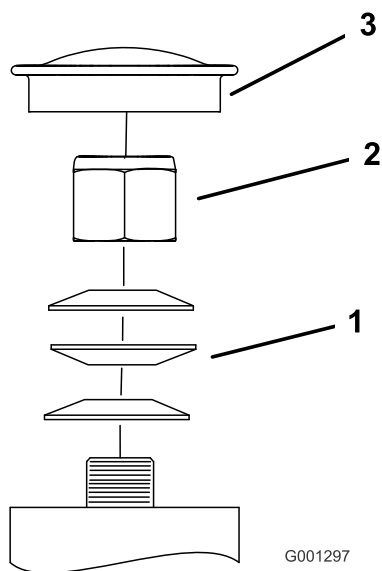
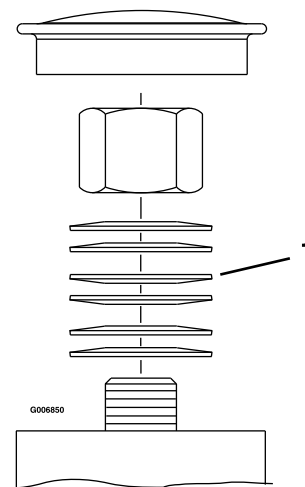

Figura 52
Figura 53
3. Retire el tapón guardapolvo de la rueda giratoria y apriete la contratuerca (Figura 52 y Figura 53).
4. Apriete la contratuerca hasta que las arandelas de muelle estén planas y luego afloje la contratuerca $\frac{1}{4}$ de vuelta para establecer la precarga correcta de los cojinetes (Figura 52 y Figura 53).
Importante: Asegúrese de que las arandelas de muelle están correctamente instaladas, según se muestra en la Figura 53 y en la Figura 52.